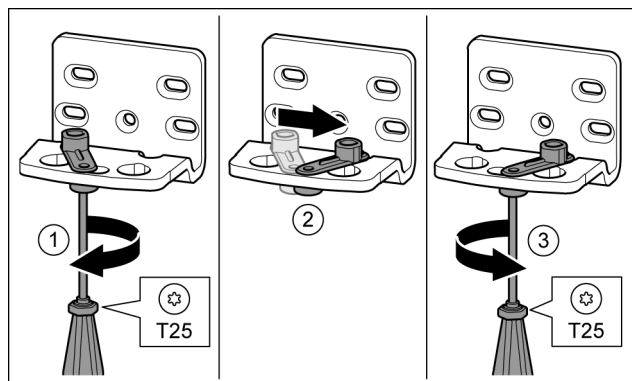

Fig. 16*
- ▶ Schraube mit Schraubendreher T25 lose schrauben.* Fig. 16 (1)
- ▶ Türschließhilfe anheben und um 90° nach rechts in Bohrung drehen.* Fig. 16 (2)
- ▶ Schraube mit Schraubendreher T25 festschrauben.* Fig. 16 (3)